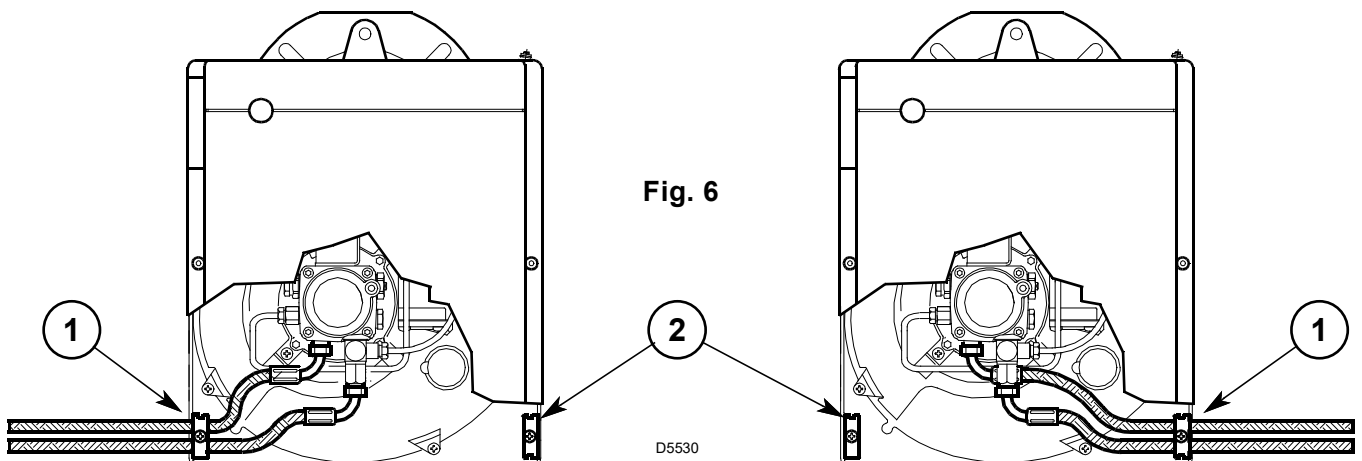

Fig. 6
In de fabriek werd de brander voorzien om de brandstoftoevoerleidingen langs beide zijden te kunnen aansluiten. Afhankelijk van de uitgang van de flexibels - links of rechts - kan het nodig zijn om de plaatsing van het bevestigingsplaatje (1), en het afdeklaatje (2) om te wisselen, (zie Fig. 6).